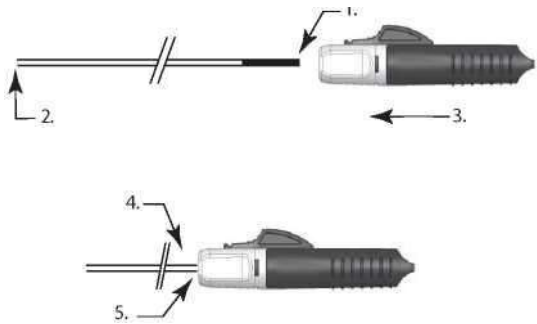

Figura 3
- 13. Țineți capătul proximal al împingătorului la capătul distal al indicatorului de încărcare. Avansați I.D. peste capătul proximal al împingătorului, până când indicatorul de încărcare intră complet în orbită și împingătorul este așezat ferm în actuator (vezi Figura 3)..
Notă: Dacă banda indicatoare este în continuare afișată (așa ca în Figura 4 de mai jos), I.D. trebuie avansat mai mult, până când împingătorul implantului este așezat complet în butuc, așa ca în Figura 3 de mai sus.